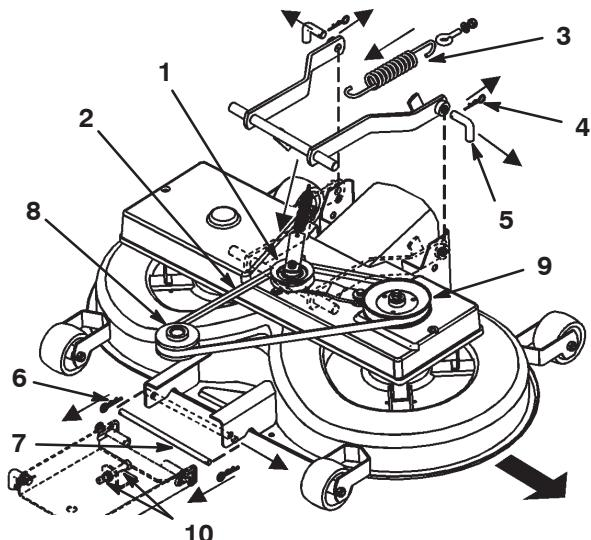

Bild 39
8. Ziehen Sie den Antriebsarm nach innen. Nehmen Sie den Keilriemen von der Scheibe ab (Bild 39).
9. Nehmen Sie die Feder vom Schalthebel ab (Bild 39).
11. Entfernen Sie die Splintclips von den zwei hinteren Stiften und nehmen Sie die Stifte ab (Bild 39).
12. Entfernen Sie den Splintclip vom vorderen Stift und nehmen Sie den Stift ab (Bild 39).
13. Entfernen Sie den Keilriemen von der Motorscheibe (Bild 39).
2. Entfernen Sie die Keilriemenscheibe und den Antriebsarm (Bild 39).
7. Drehen Sie den unteren Stift der Einstellung für die vordere Aufhängung in die untere Stellung der geschlitzten Löcher. Stellen Sie hierfür die 2 Muttern (M12) an der vorderen Aufhängung ein (Bild 39).